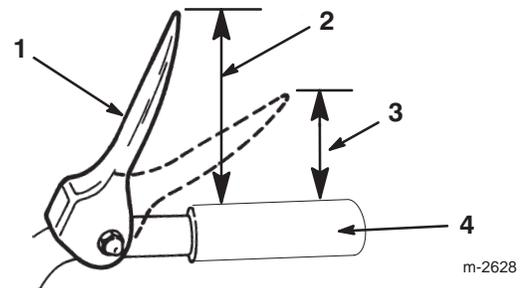

Bild 11
3. Stellen Sie die Sicherungsbundmutter durch Drehen an der oberen Fahrtriebsstange nach oben oder unten so ein, dass der Abstand zwischen der Oberkante des Handgriffs und der Unterkante des Antriebskupplungshebels wie in Bild 11 circa 13 cm beträgt.
Hinweis: Die Einstellung ist korrekt, wenn sich die Räder nicht mehr rückwärts drehen und der Abstand zwischen der Oberkante des Handgriffs und der Unterkante des Radantriebshebels wie in Bild 11 7,5 bis 10 cm beträgt.